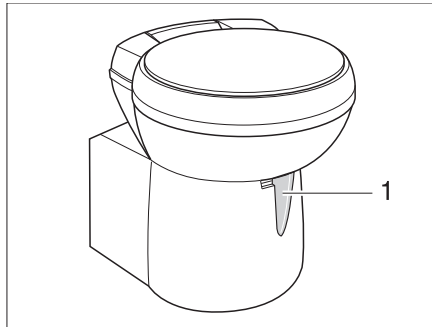

Bild 363 Thetford-Toilettenschüssel, schwenkbar
- Vor dem Spülen den Schieber der Thetford-Toilette öffnen. Dazu den Schieberhebel (Bild 363,1) entgegen dem Uhrzeigersinn schieben.